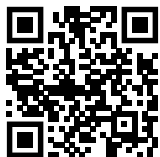

Fig. 108
- ▶ Atverkite Liebherr SmartMonitoring Dashboard. (žr. Fig. 108)